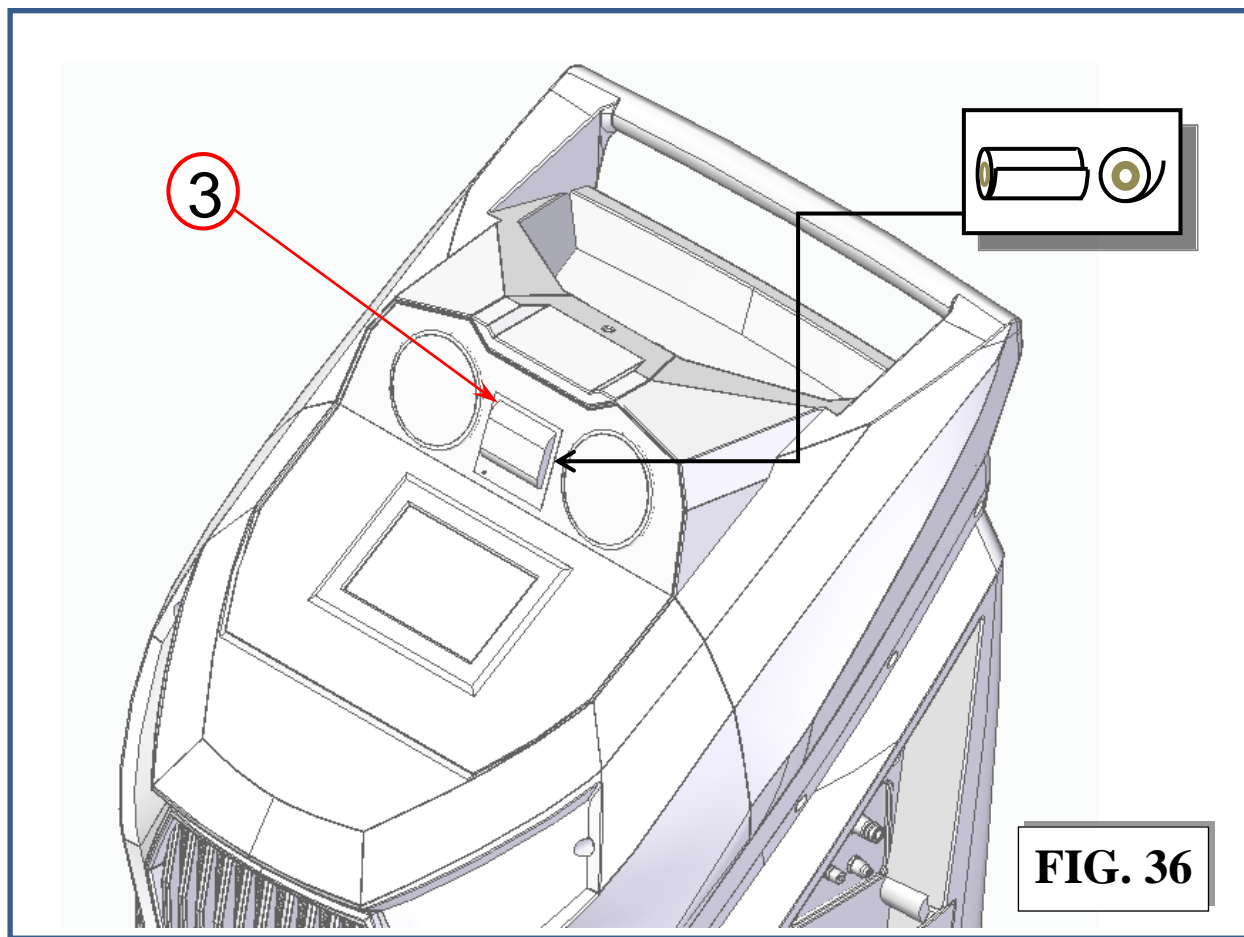

FIG. 36
Abra a tampa de impressão (ref. 3, Fig. 36) e substitua o rolo de papel por um novo